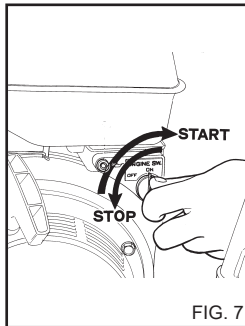

FIG. 7
3) Поставьте выключатель двигателя в положение ON (рис. 7).
а) Переведите выключатель двигателя в положение OFF (рис. 7).